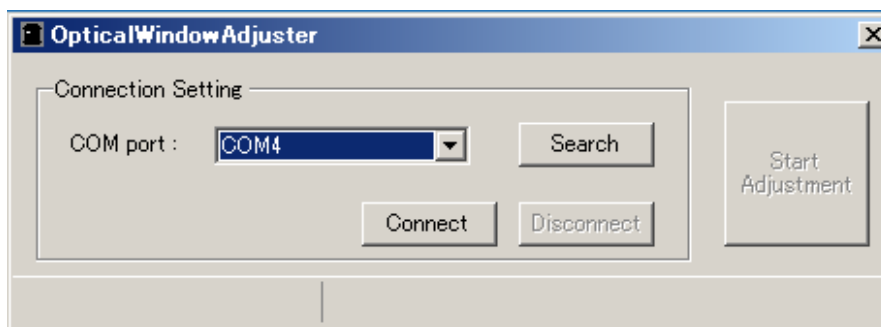

Abbildung 8-2 Optical Window Adjuster
- Starten Sie den Optical Window Adjuster. Es erscheint das in Abbildung 8-2 dargestellte Fenster.
auf die Schaltfläche OK und dann auf die Schaltfläche Verbindung trennen (Abbildung 8-2). Entfernen Sie das USB-Kabel. UAM schaltet auf Normalbetrieb um. Wiederholen Sie die Justierung nach dem Überprüfen des optischen Fensters und der USB-Verbindung, wenn ein Fehlerdialog angezeigt wird, wie in Abbildung 8-4 dargestellt. Wenn die Anpassung auch nach wiederholten Versuchen fehlschlägt, wenden Sie sich an den nächstgelegenen Händler oder Handelsvertreter, um Unterstützung zu erhalten. Senden Sie in einem solchen Fall die Protokolldatei und die Kalibrierungsdatendatei zur Untersuchung der Fehlerursache.